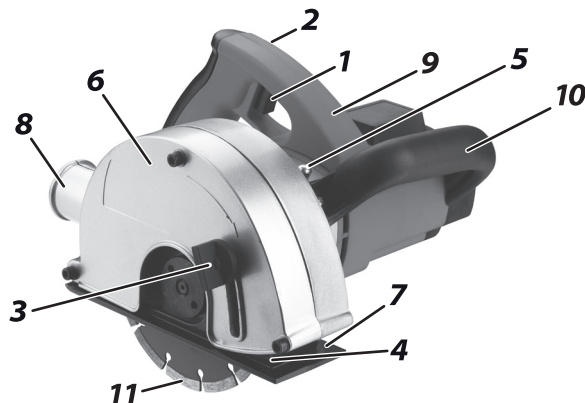

Рис. 1
ВНЕШНИЙ ВИД ЭЛЕКТРОИНСТРУМЕНТА (Рис. 1)
Глубина шптрыбы варьируется от 10 до 40 мм. Глубина шптрыбы указана на уровне (4) (Рис. 1). Для именения глубины шптрыбирования:
1. Ослабьте блокирующий переключатель (3) (Рис. 1).
2. Наклоните основание (7) (Рис. 1) в нужное положение. Настройте глубину шптрыбы приблизительно на 3 мм больше требуемой, чтобы компенсировать возможные неровности поверхности стены.
3. Затяните блокирующий переключатель (3) (Рис. 1).
Чтобы включить устройство, удерживайте нажатой кнопку снятия блокировки (2) (Рис. 1) и одновременно нажмите выключатель (1) (Рис. 1). Чтобы выключить изделие, отпустите выключатель (1).